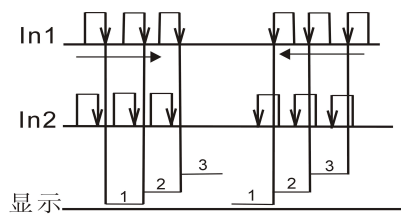

图3-3
(3)模式 3，可识别相位计数模式(工作模式图见图 3-3):